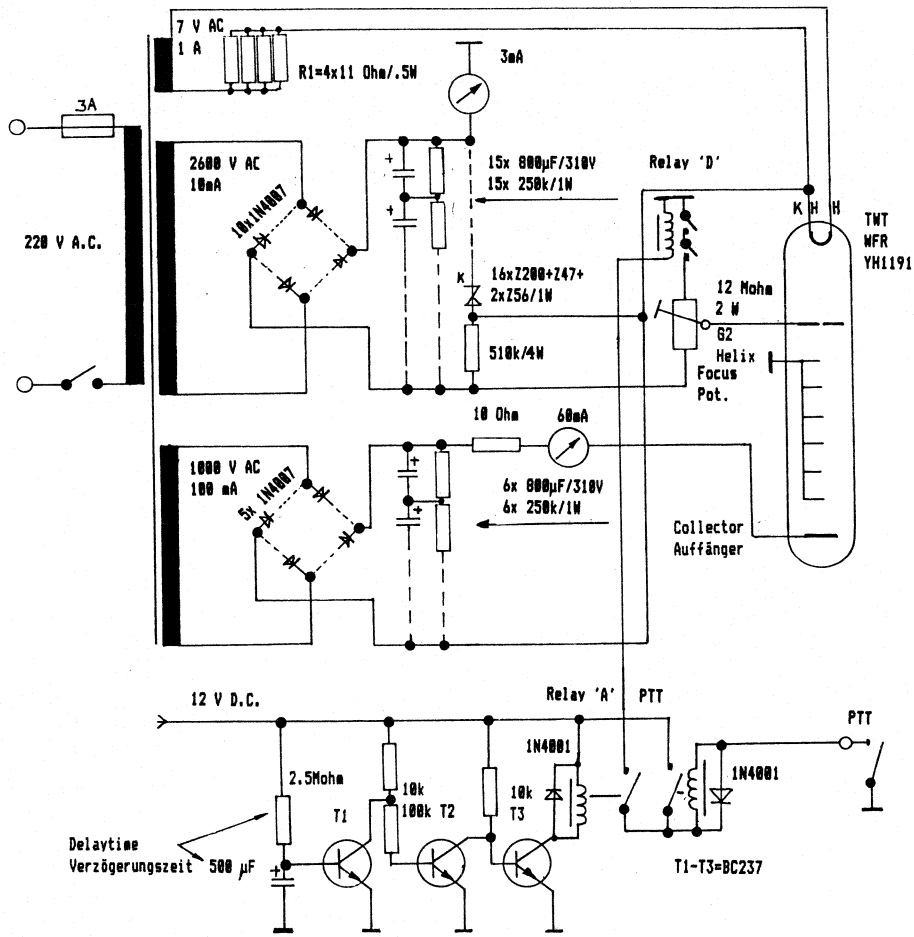

Fig. 1
Die in den Datenblättern angegebenen Toleranzen der Spannungen gelten für kommerziellen Betrieb, welcher zuverlässig über tausende von Betriebsstunden gewährleistet werden muß. Für den Amateurbetrieb können einige dieser Toleranzanforderungen ignoriert werden. Einige allerdings müssen strikt eingehalten werden, um die WFR nicht zu zerstören. So muß z.B. die Wendelspannung unbedingt stabilisiert sein, alle anderen Spannungen nicht. Wenn die Netzspannung nicht mehr als von 210V bis 230V schwankt, braucht die Heizung nicht stabilisiert zu sein. Die G2 Spannung und die Auffängerspannung brauchen auch nicht stabilisiert zu sein. Fig. 1 zeigt ein Netzteil, welches beim Verfasser eine WFR YH1191 (X-Band 25W output bei 44dB Verstärkung) versorgt.
The datasheet values are valid for commercial use only because the must of reliability and thousands of operation hours. For amateurradio use most restrictions of operational tolerances can be disregarded. Only some very important restrictions have to be respected to keep the TWT alive. The only Voltage which must be stabilized is the Helixvoltage. When the meanpower doesn't librate more than ± 10 V from 220V AC, no stabilizing of heatervoltage is necessary. G2 Voltage isn't necessary to be stabilized as well as the collector Voltage can librate ± 200 V of manufacturers specification. Fig. 1 shows a powersupply for the X-Band TWT YH1191 factured by AEG/Telefunken (25W rf output and 44dB gain), used by the writer.
8.) Power On Delay circuit. Under power-on period pay attention to that the relay "D" can't be activated until the heater current of the TWT arrives the recommended value. (abt. 1.5 min after power-on). The power-on delay circuit is realized by T1-3 Fig.1. The PTT relay "D" can only be activated after the delay circuit has activated the relay "A". All voltages can supply the TWT immediately after power-on.